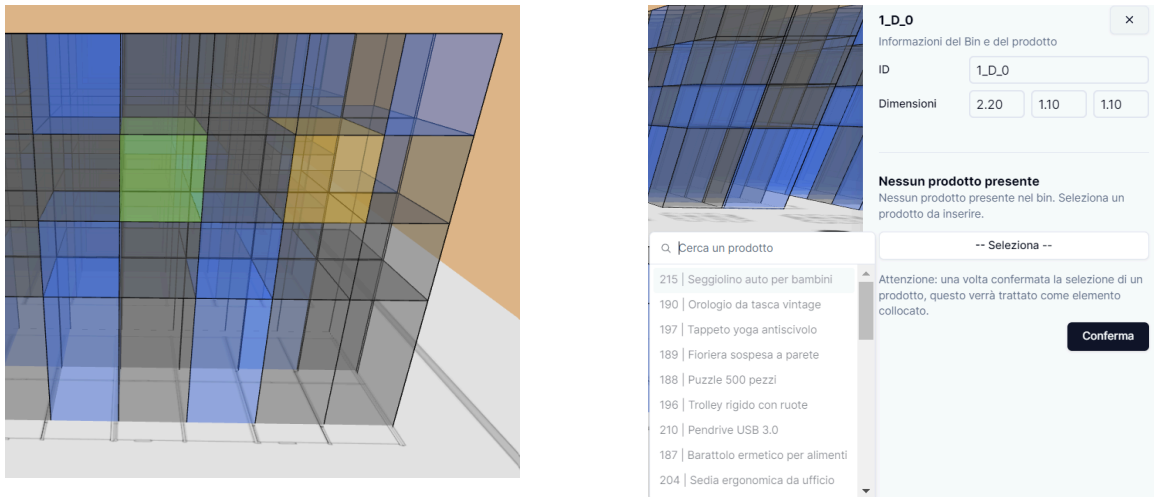

Figura 10: Spostamento prodotti con drag and drop (sinistra), menù spostamento prodotti non collocati (destra)
In basso a destra nello schermo, una notifica avviserà della possibilità o meno di effettuare lo spostamento. In caso di esito positivo, i bin_G di partenza e di arrivo verranno evidenziati rispettivamente in giallo e verde, come rappresentato in Figura 10
- nel menù che apparirà (Figura 10), premere il pulsante **Seleziona**;